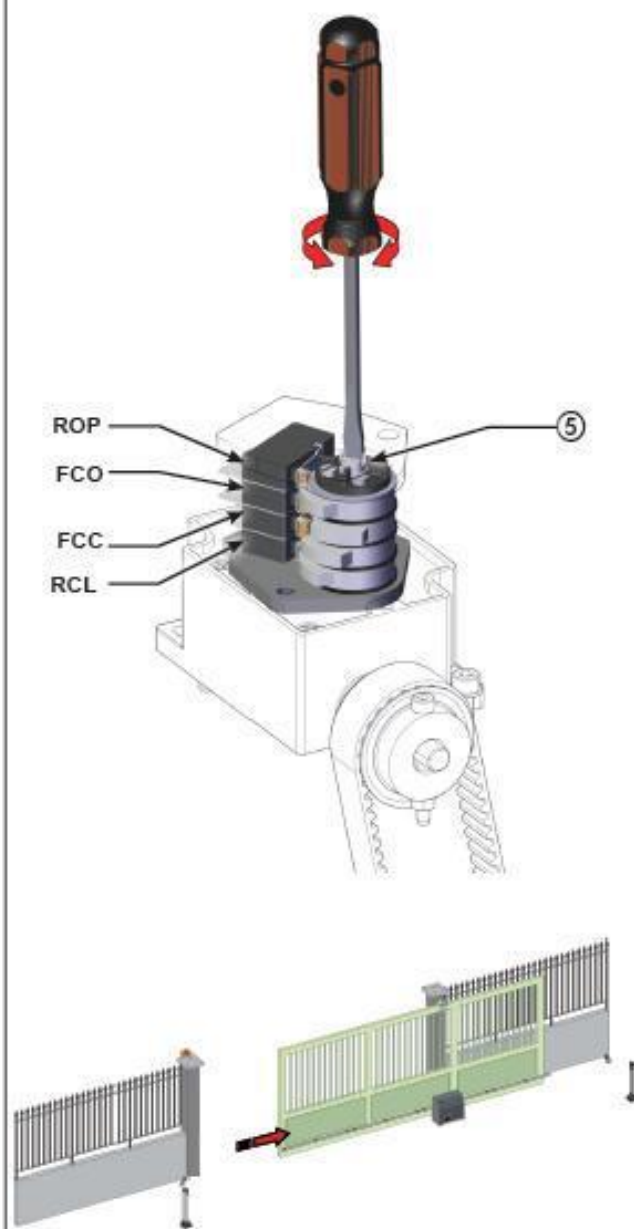

Рис. 22
4. Ослабьте центральный винт блока конечных выключателей (рис. 22, ссылка 5).
16. Затяните центральный винт блока концевых выключателей (рис. 22, ссылка 5).